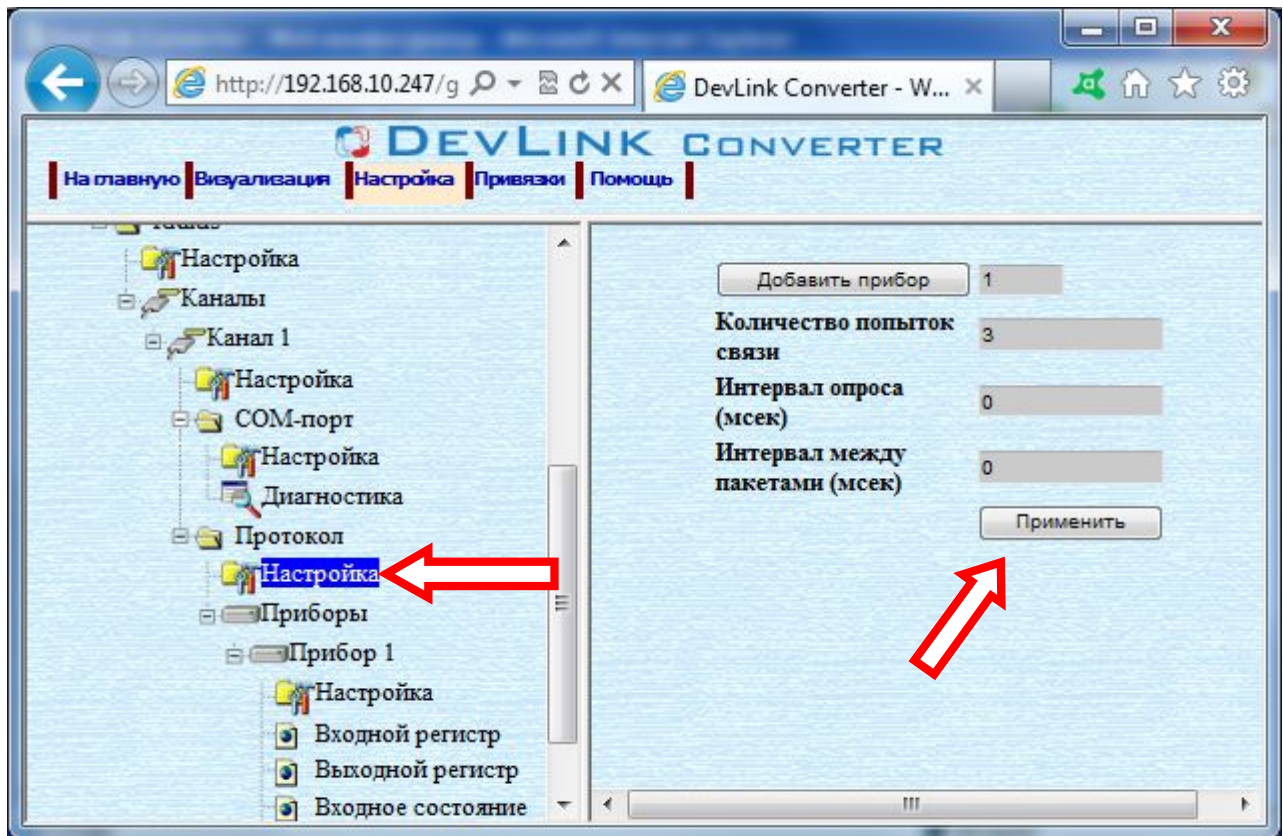

Рисунок 3.10 – Настройка уровня протокола
- 2 Выбрать в дереве объектов папку **Настройка** в ветке **Протокол** (рисунок 3.10). В результате в правом фрейме (фрейм **Настройка**) конфигуратора появятся соответствующие элементы управления